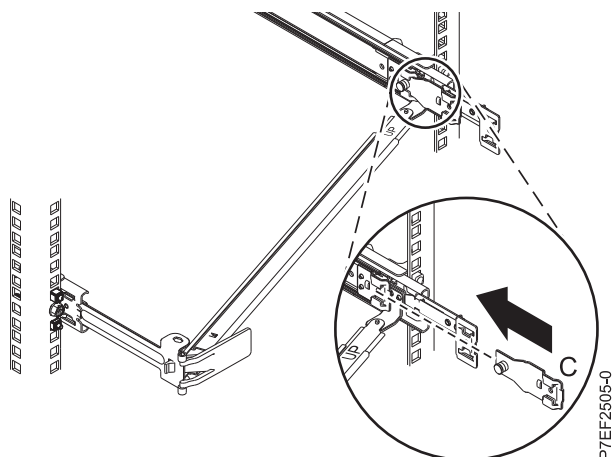

Figura 14. Instalación de la abrazadera de montaje en el riel deslizante
6. Conecte la pieza de sujeción de tope de portacables (**B**) a la ranura en la parte interior del lado izquierdo deslizando la pieza de sujeción de tope (**B**) en el riel deslizante hasta que el pestillo accionado por resorte quede fijado. Para obtener detalles, consulte la Figura 14 en la página 11.